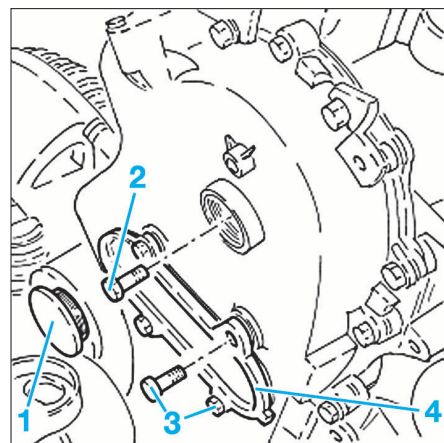

FIG. 26
- Dévisser le bouchon (1) et déposer la vis (2) de la roue dentée d'arbre à cames (Fig.26).
- Déposer les vis de fixation (3) de l'obturateur (4).
- Déposer l'obturateur (4).
- Libérer la roue dentée d'arbre à cames côté chaîne de distribution en intervenant par l'orifice derrière l'obturateur (4) et en l'insérant sur la nervure interne du carter de distribution (Fig.26).
- Remonter l'obturateur (1) de la vis de roue dentée et de la plaque de fermeture (4) (Fig.26).